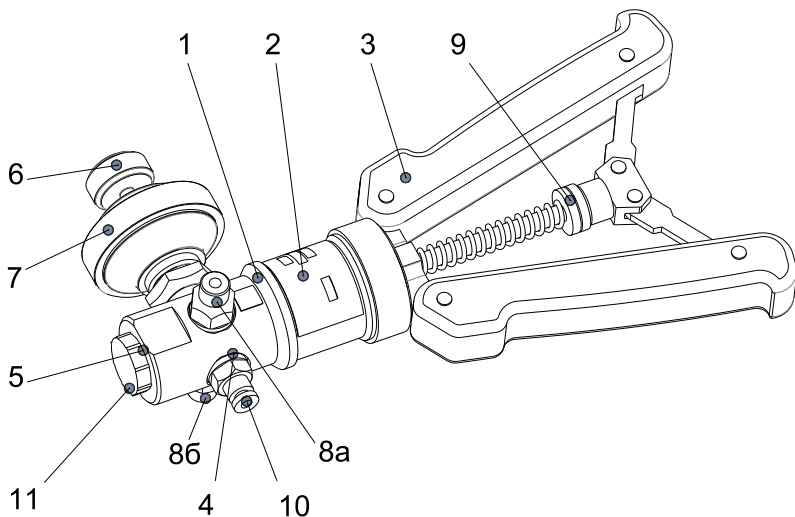

Рисунок 1 – Насос ручной пневматический ЭЛМЕТРО-ПРН-25
Маркировка насоса производится на табличке паспортной (поз. 2, рисунок 1).
Давление в системе создается с помощью рычажного механизма насоса (поз. 3, рисунок 1), узла точной настройки (поз. 7, рисунок 1), клапана сброса (поз. 6, рисунок 1) и переключателя режимов работы насоса (поз. 8а, 8б, рисунок 1).
- перевести насос в режим создания избыточного давления, нажав шток переключателя режимов работы насоса (поз. 8а, рисунок 1);
- закрыть клапан сброса (поз. 6, рисунок 1) вращая ручку клапана по часовой стрелке;
- максимально выкрутить ручку узла точной настройки (поз. 7, рисунок 1), а затем закрутить ее обратно на 4-6 полных оборотов;
- создать предварительное давление, близкое к требуемому значению с помощью рычажного механизма (поз. 3, рисунок 1);
- установить требуемое значение выходного давления вращением ручки узла точной настройки (поз. 7, рисунок 1).
- при недостаточности регулировки давления узлом точной настройки (поз. 7, рисунок 1) произвести дополнительную подкачку с помощью рычажного механизма (поз. 3, рисунок 1) или частичный сброс давления с помощью клапана сброса (поз. 6, рисунок 1).
- после завершения работы с насосом, сбросить давление в системе до атмосферного, вращая ручку клапана (поз. 6, рисунок 1) против часовой стрелки.
- перевести насос в режим создания разрежения, нажав шток переключателя режимов работы насоса (поз. 8б, рисунок 1);